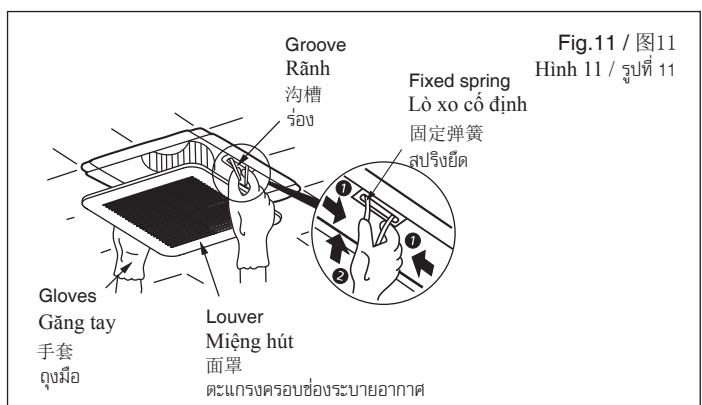

Fig.11 / 图11
- ⑩ Insert the fixed spring of louver assembly into the groove, install the louver to the fan body. (Fig.11)
- ⑩ Lắp lò xo cố định cụm miệng hút vào rãnh, lắp miệng hút vào thân quạt. (Hình 11)
- ⑩ 将面罩组合上的固定弹簧装入沟槽内, 将面罩装在机体上 (图11)。
- ⑩ สอดสปริงยึดของชุดตะแกรงครอบช่องระบายอากาศเข้าในร่อง ติดตั้งตะแกรงครอบช่องระบายอากาศเข้ากับตัวเรือนพัดลม (รูปที่ 11)